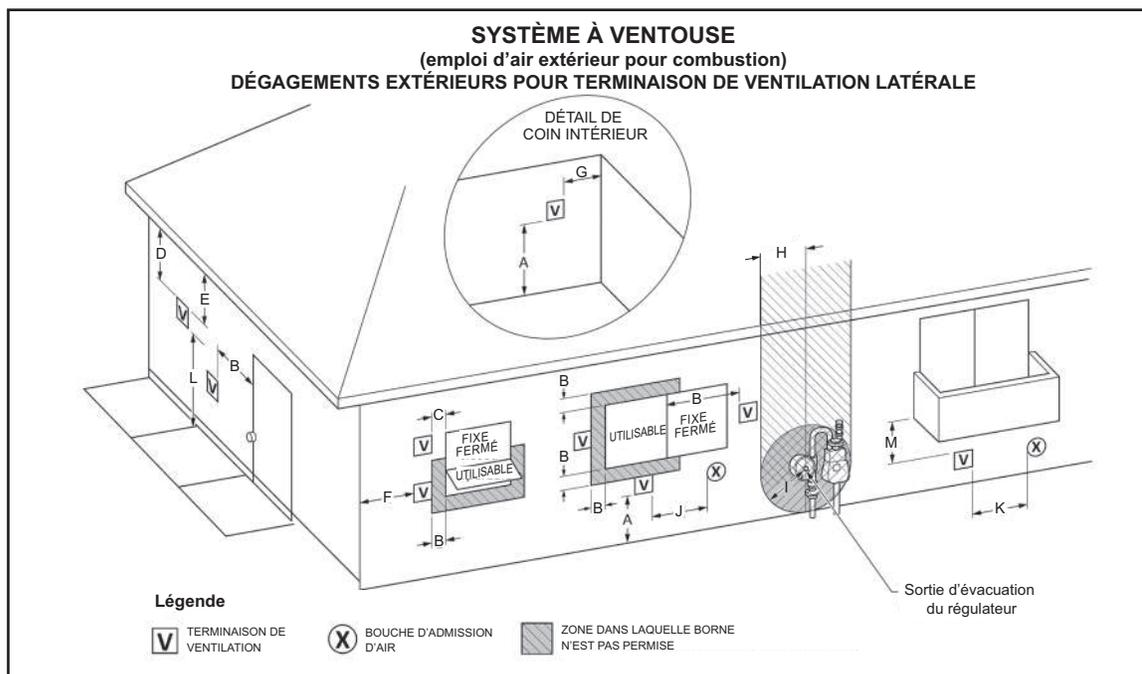

FIGURE 18B
2. Pour installer la tuyauterie d'entrée d'air et celle de ventilation dans une configuration de ventilation directe à travers une paroi latérale, s'assurer que toutes les exigences de dégagements latéraux extérieurs pour les terminaisons, illustrées à la Figure 18B à la page 21, pour les terminaisons d'entrée d'air et de ventilation, sont bien maintenues. Ces dégagements et ceux cités par les codes locaux et nationaux doivent être maintenus.
1. Utiliser la plaque de finition du mur interne comme gabarit pour marquer deux trous aux endroits appropriés sur le mur. Couper des trous de 12,7 mm (1/2 po) plus grands pour faciliter l'installation des hottes de ventilation, voir Figures 18B et 19.